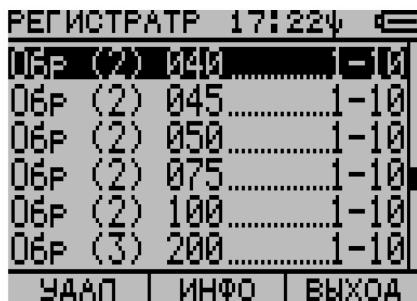
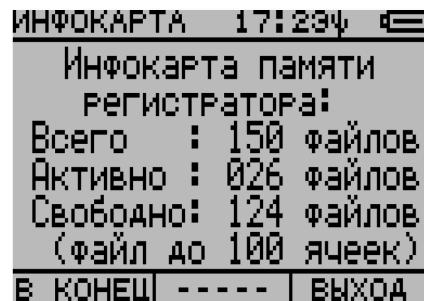

Рисунок 2.119
Рисунок 2.120
2.10.9 На экранах прибора в режиме РЕГИСТРАТОР справа присутствует **скроллбар** - полоса прокрутки с «ползунком» (рисунок 2.119). Данный элемент интерфейса указывает местоположение активной строки с выделенным файлом/ячейкой в базе данных прибора/выбранном файле.
2.10.10 Для получения данных о распределении памяти прибора в режиме РЕГИСТРАТОР достаточно находясь в окне с перечнем файлов с активной строкой на любом файле (например, рисунок 2.119), нажать **F2 – ИНФО**. На экране ЖК-индикатора появится «инфокарта» текущего распределения памяти регистратора (рисунок 2.120). Из которой оператору доступна информация о том, сколько из общего доступного количества файлов в энергонезависимой памяти прибора файлов активно и сколько можно потенциально активировать. Для возвращения назад к файлу, из которого была открыта «инфокарта», достаточно нажать клавишу **F3 – ВЫХОД**. При нажатии клавиши **F1 – В КОНЕЦ** происходит переход к последнему активному файлу базы данных в приборе.